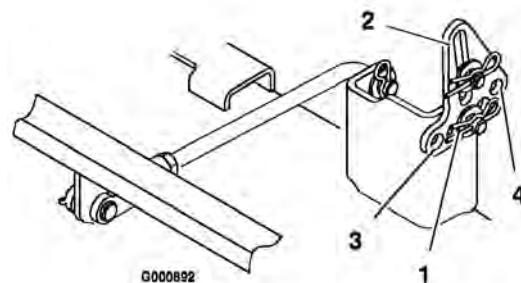

Figure 42
5. Enlevez la goupille fendue et la rondelle de l'une des pattes de mise à niveau (Figure 42). Pour mettre les lames de niveau, fixez les pattes de mise à niveau dans un autre trou à l'aide de la rondelle et de la goupille fendue (Figure 42). Utilisez un trou plus en avant pour réduire la hauteur de ce côté, ou un trou plus en arrière pour l'augmenter. Réglez les deux côtés selon les besoins.